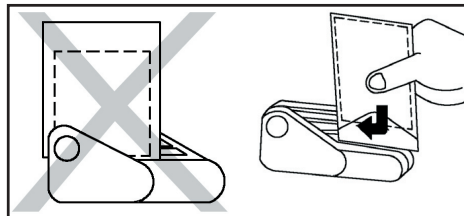

Figure 2
- Déplacer le contenu de l'enveloppe vers le côté restant fermé. Insérer le côté à ouvrir de l'enveloppe le long du guide et la faire passer comme le montre la figure 2. L'appareil coupe et ouvre l'enveloppe automatiquement. Ne jamais insérer l'enveloppe à mi-chemin, car alors l'appareil ne fonctionnera pas.